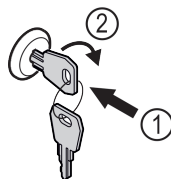

Fig. 205
- Sæt nøglen i. Fig. 205 (1)
- Drej nøglen 90° med uret. Fig. 205 (2)